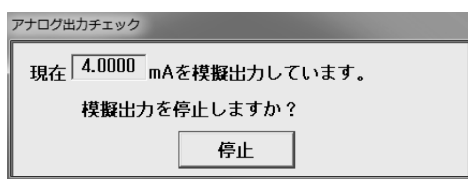

図54
- ④ ③で「OK」ボタンをクリックすると設定したアナログ値が出力されます。この模擬出力値の出力中は図54のようなメッセージボックスが表示されます。